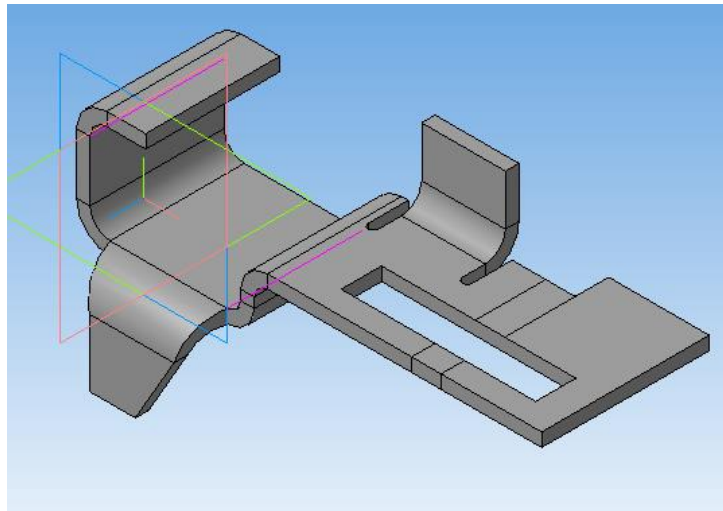

Рисунок 56.
4. Нажать «Создать объект», система выполнит вырез в листовой детали (рисунок 56).